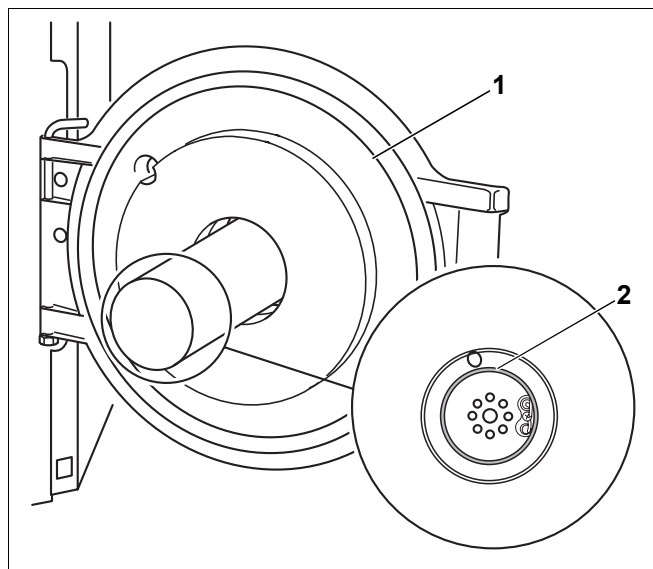

Рис. 35 Проверка правильной установки уплотнения
- При открытой дверце горелки (рис. 35, поз. 1) проверить правильную установку уплотнения (рис. 35, поз. 2).
- Закрывать дверцу горелки (рис. 35, поз. 1, стр. 37) и затянуть крепежные болты.